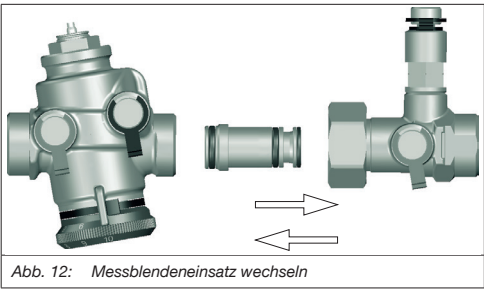

Abb. 12: Messblendeneinsatz wechseln
- Entnehmen Sie den Messblendeneinsatz, soweit vorhanden (siehe Abb. 12).
- Setzen Sie den neuen Messblendeneinsatz ein (siehe Abb. 12).